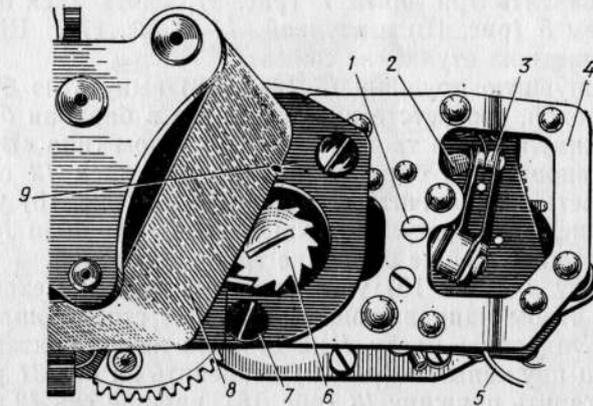

Рис. 12. Механизм выдержек на корпусе зеркала с контактами:
5.2.35. Отметить двумя рисками положение платы 4 (рис. 12) относительно корпуса 9. Вывинтить четыре винта 7, крепящие механизм выдержек к корпусу, и снять его.
Закрепить механизм выдержек на корпусе двумя винтами 7 (рис. 12), совместив риски, сделанные при разборке.
5.2.48. Окончательно закрепить механизм выдержек на корпусе четырьмя винтами 7 (рис. 12). Винты ставить на клею БФ-4.